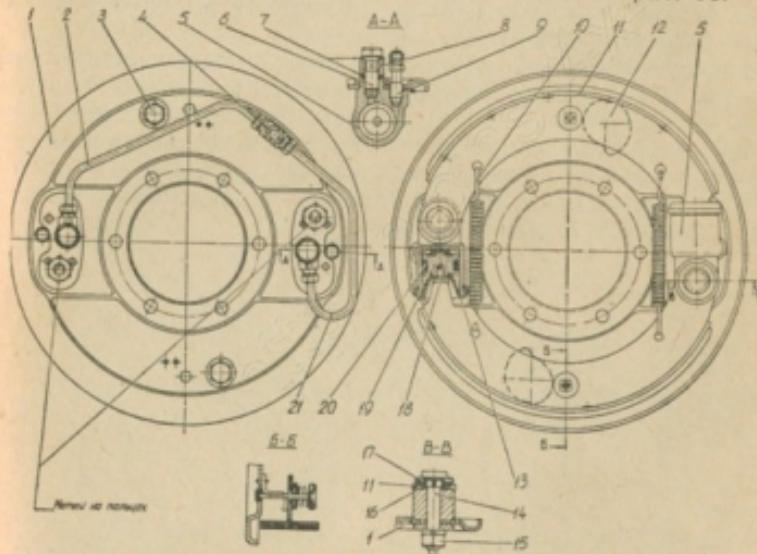
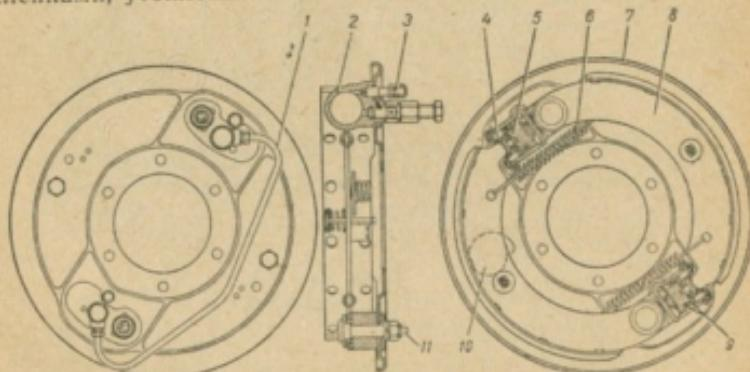

Рис. 97. Тормоз переднего колеса, автомобиля УАЗ-469:
Рис. 98. Тормоз переднего колеса автомобиля УАЗ-469Б:
Устройство тормоза переднего колеса автомобиля УАЗ-469 показано на рис. 97, а автомобиля УАЗ-469Б на рис. 98.
На тормозном щите 1 (рис. 97) с помощью опорных пальцев 14 и гаек 15 закреплены два колесных цилиндра 5. На опорных пальцах между шайбами под их головками и опорными проушинами колесных цилиндров неподвижно посажены бронзовые эксцентрики 16, на которых поворачиваются тормозные колодки 11. Поворотом опорных пальцев с эксцентриками можно смешать опорные концы колодок относительно тормозного щита. Регулируют тормоза с помощью опорных пальцев при их сборке на заводе или при ремонте тормозов с заменой колодок или накладок.
При правильной установке колодок с неизношенными накладками и тормозным барабаном метки на опорных пальцах (керны на наружных торцах) должны быть расположены, как показано на рис. 97 или с незначительными отклонениями от этого положения в ту или другую сторону.
Подвижные концы тормозных колодок входят в пазы наконечников поршней 19 колесных цилиндров 5. Колодки внутренней поверхностью своих ободов опираются на регулировочные эксцентрики 12, подвижно установленные на тормозном щите. От произвольного проворачивания эксцентрики удерживаются сильными пружинами. Колодки прижимаются к эксцентрикам стяжными пружинами 10. Шестигранные головки болтов 3 регулировочных эксцентриков выведены на наружную сторону тормозного щита. При помощи эксцентриков устанавливается необходимый зазор между колодками и барабаном. От бокового смещения колодки удерживаются опорами, приклепанными к щиту, и пружинами, установленными в средней части колодок (рис. 97, Б—Б).
2. Немного отвернуть гайки опорных пальцев и установить опорные пальцы в начальное положение (метки на торцах опорных пальцев должны быть расположены, как указано на рис. 97, 98, 99).